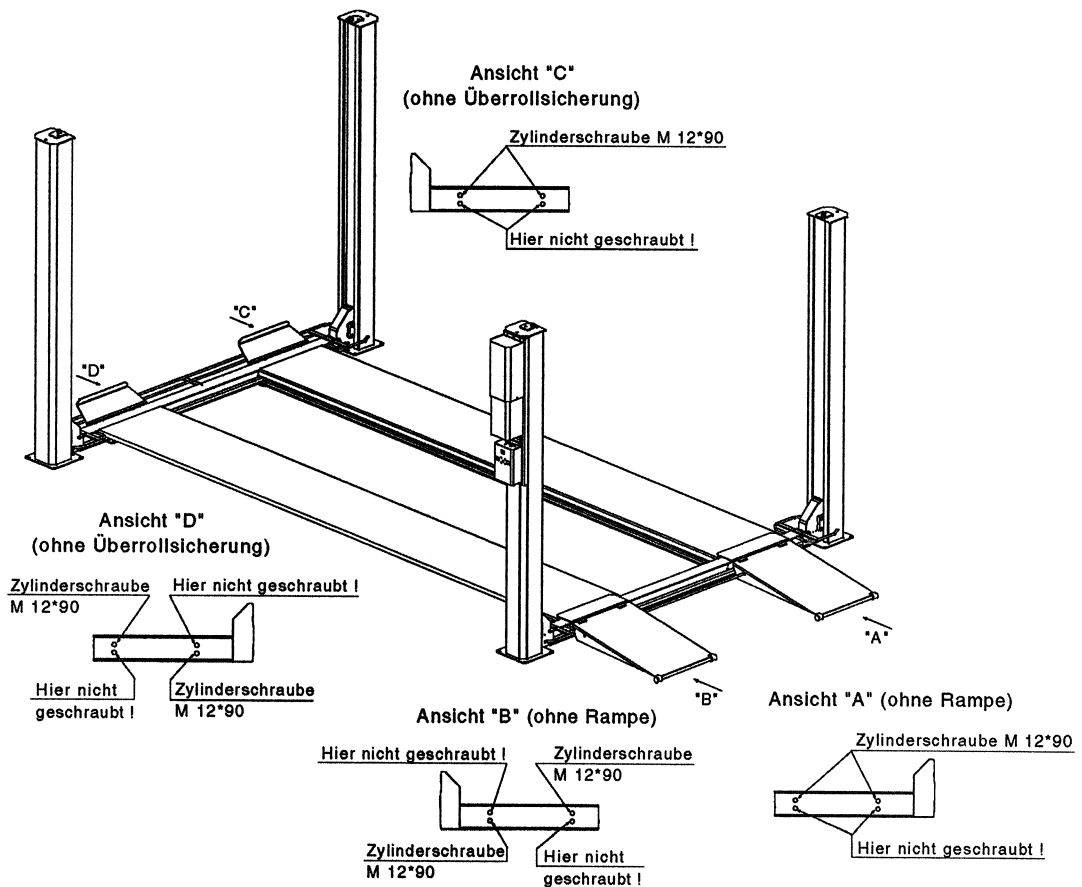

Bild 5: Position der Befestigungsschrauben für die Auffahrschienen
- Querträger an den Schienen befestigen, wobei darauf zu achten ist, daß die Schrauben wie in Bild 5 eingezeichnet positioniert werden.